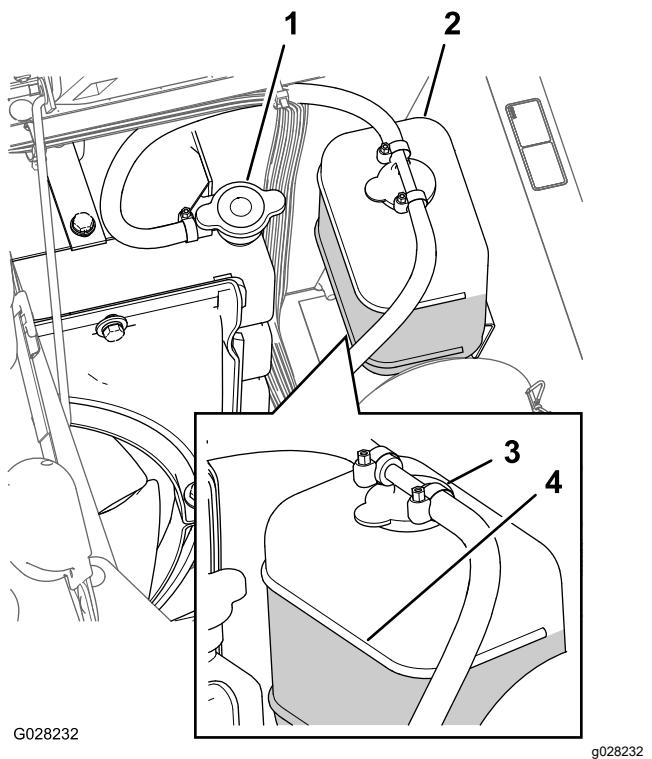

Рисунок 103
3. Осторожно снимите крышку радиатора и крышку расширительного бачка (Рисунок 103).
- Примечание:** Радиатор должен быть заполнен до верха заливной горловины, а расширительный бачок должен быть заполнен до отметки «Полный» на бачке (Рисунок 103).
5. Если уровень охлаждающей жидкости низкий, снимите крышку расширительного бачка и крышку радиатора, долейте жидкость в расширительный бачок до отметки «Полный» и в радиатор до верха заливной горловины (Рисунок 103).
6. Установите крышку радиатора и крышку расширительного бачка (Рисунок 103).
2. Подождите, когда двигатель остынет, затем снимите крышку радиатора (Рисунок 103).
6. Снимите крышку радиатора (Рисунок 103).
8. Запустите двигатель с незатянутой крышкой на радиаторе (Рисунок 103).
10. После прогрева охлаждающей жидкости доведите уровень охлаждающей жидкости до уплотнительной поверхности и затяните крышку (Рисунок 103).
11. Откройте крышку расширительного бачка и заполните бачок охлаждающей жидкостью до уровня Cold (Холодный) (Рисунок 103).